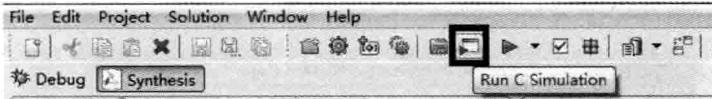

图 5.77 点击 Run C Simulation 按钮
(3) 如图 5.77 所示,在 Vivado HLS 主界面的工具栏内,单击黑框内的 Run C Simulation 按钮;或者在主界面主菜单下,选择 Solution→Run C/RTL Cosimulation。